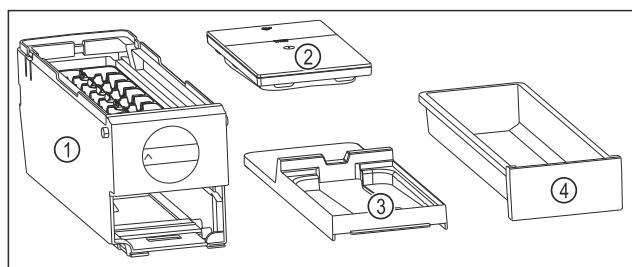

Fig. 214 Компоненти EasyTwist-Ice
- EasyTwist-Ice складається з чотирьох частин. (див. Fig. 214)
- Розбирайте EasyTwist-Ice тільки на зображені компоненти. (див. Fig. 214)
- Очистіть корпус EasyTwist-Ice Fig. 214 (1) без розбирання.